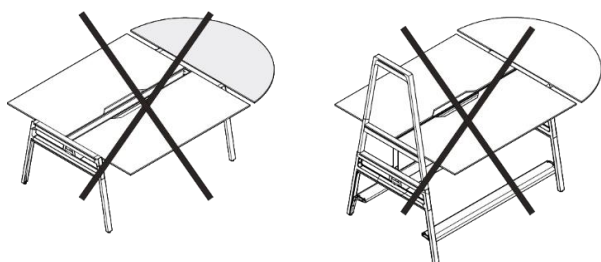

Figura 11 Piastra da montaggio esterno semicircolare, montaggio non consentito
- Postazione di lavoro doppia indipendente, altezza di seduta, solo una piastra da montaggio esterno (vedi Figura 11, a sinistra).
- Postazione di lavoro doppia indipendente, posizione eretta (vedi Figura 11, a destra).